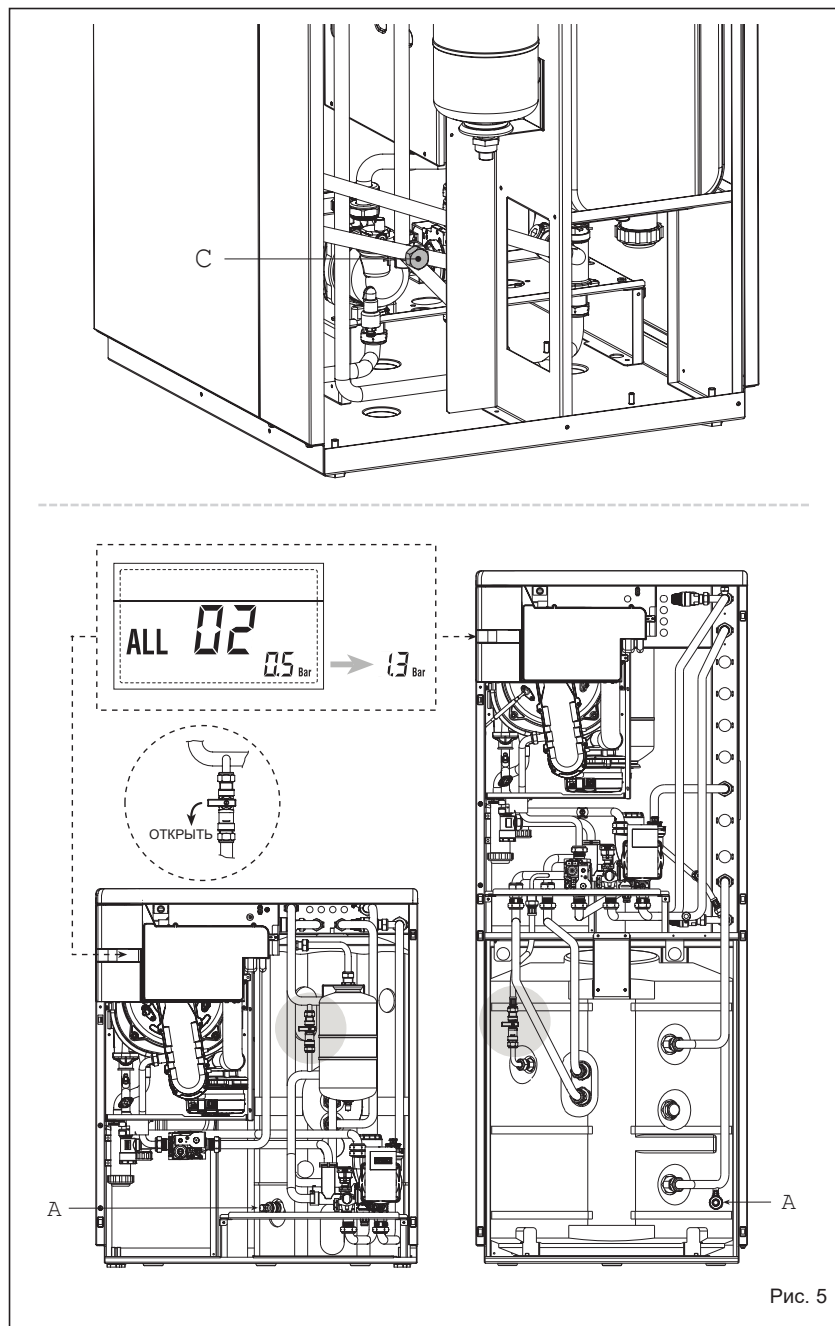

Рис. 5
2.4 НАПОЛНЕНИЕ УСТАНОВКИ (Рис. 5)
2.4.1 Опорожнение водонагревателя (Рис. 5)